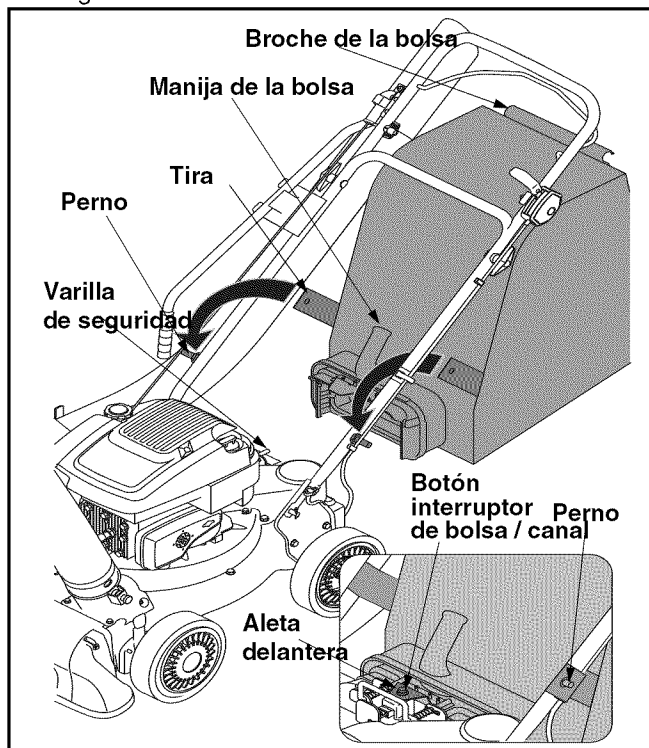

Figura 6
- Sostenga la manija de la bolsa con una mano y deslice la varilla de seguridad del soporte de montaje hacia el motor con la otra mano. Use el extremo del soporte de montaje como palanca cuando deslice la varilla de seguridad. Vea la Figura 6.